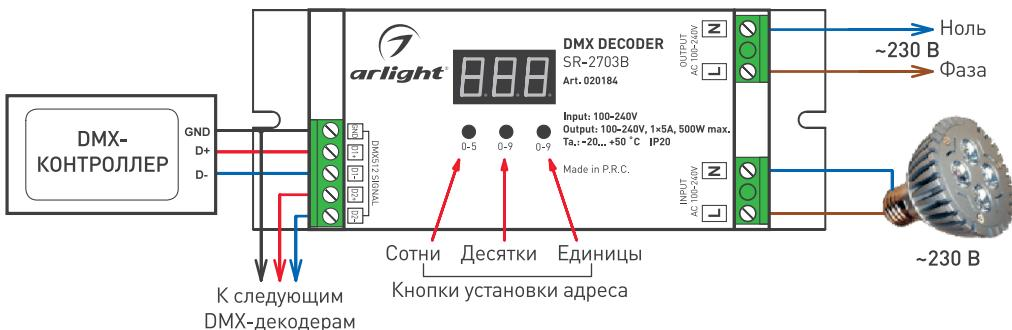

Рис. 1. Схема подключения декодера, органы управления и индикации.
3.3. Подключите нагрузку с питанием ~230 В к выходу «OUTPUT» декодера (Рис. 1).
- ↗ Нажмите и удерживайте более 3 секунд любую из кнопок установки адреса (Рис. 1), индикатор начнет мигать.